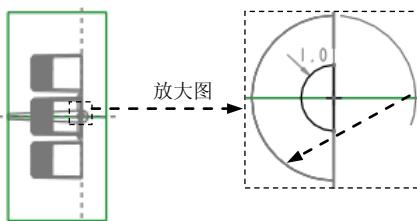

图 25.12 截面草图
- (1) 在出现的操控板中，确认“实体”类型按钮  被按下。
- (2) 定义草绘属性。右击，从快捷菜单中选择 **定义内部草绘...** 命令，草绘平面为 ADTM1，草绘平面的参考平面为 MAIN_PARTING_PLN，草绘平面的参考方位为 **左**。单击 **草绘** 按钮，至此系统进入截面草绘环境。
- (3) 将模型切换到线框模式下。在“模型显示”工具栏中单击“线框显示”按钮  **线框**。
- (4) 进入截面草绘环境后，选取图 25.12 所示的圆弧的边线和 MAIN_PARTING_PLN 基准面为草绘参考，绘制图 25.12 所示的截面草图。完成特征截面后单击“草绘”操控板中的“确定”按钮 .